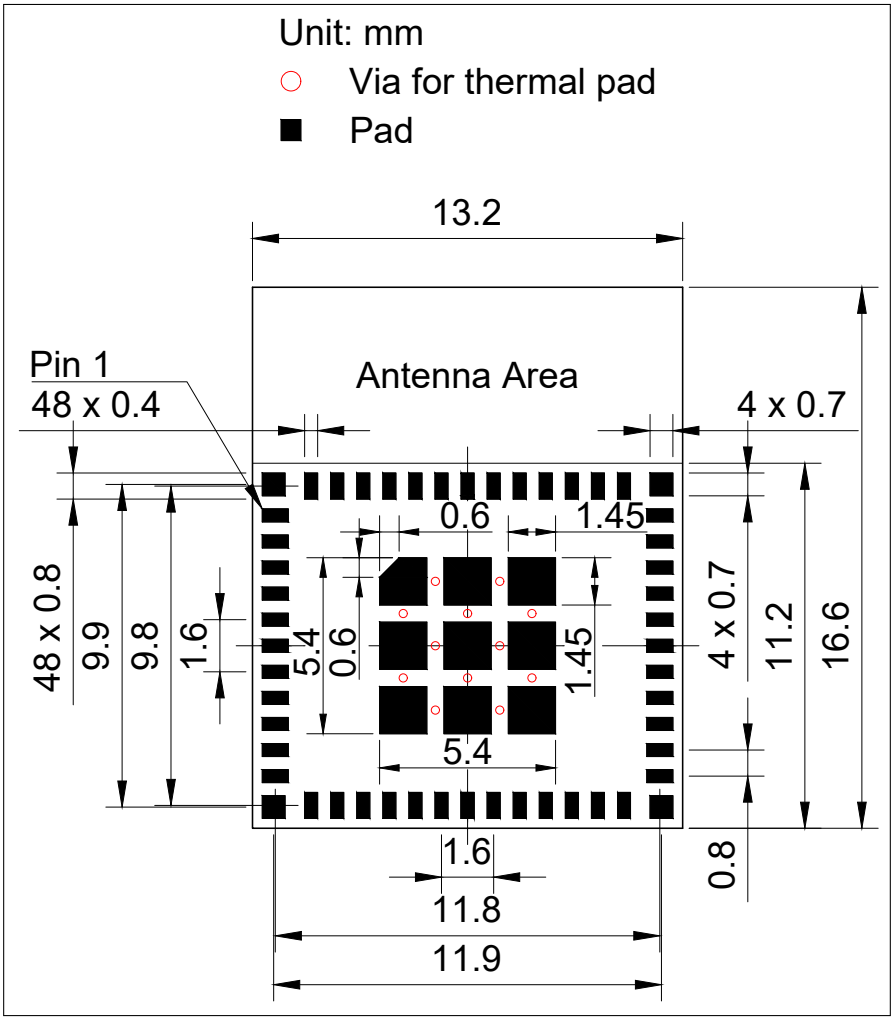
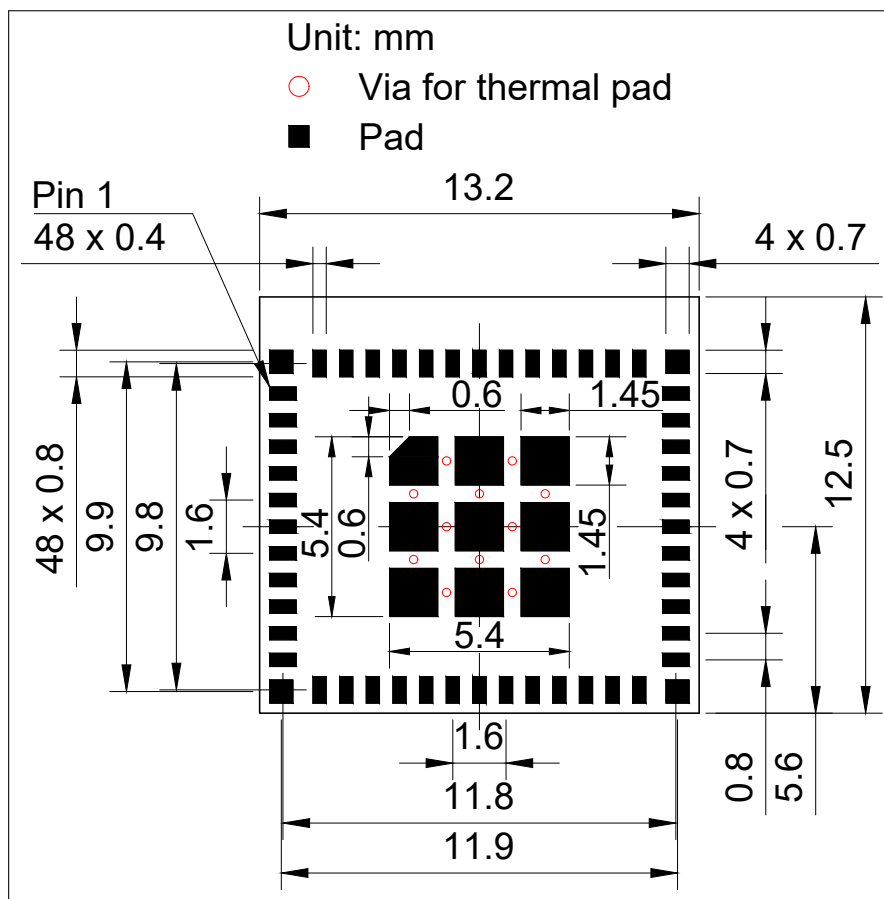

图 11-1. ESP32-C3-MINI-1 推荐 PCB 封装图形
图 11-2. ESP32-C3-MINI-1U 推荐 PCB 封装图形
- 推荐 PCB 封装图，标有 PCB 设计所需的全部尺寸。详见图 11-1 ESP32-C3-MINI-1 推荐 PCB 封装图形 和 图 11-2 ESP32-C3-MINI-1U 推荐 PCB 封装图形。
- 推荐 PCB 封装图的源文件，用于测量图 11-1 和 11-2 中未标注的尺寸。您可用 Autodesk Viewer 查看 ESP32-C3-MINI-1 和 ESP32-C3-MINI-1U 的封装图源文件。